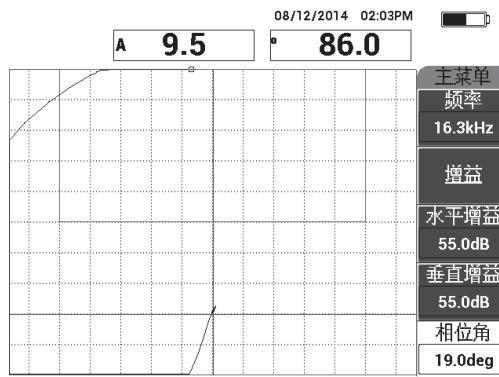

图 6-66 调整相位角使点向上移动
2. 提起探头到空中，然后按**主菜单键** ()，并调整**相位角** (E 键)，以使 XY 视图中的点向上移动（参见第 161 页的图 6-66）。